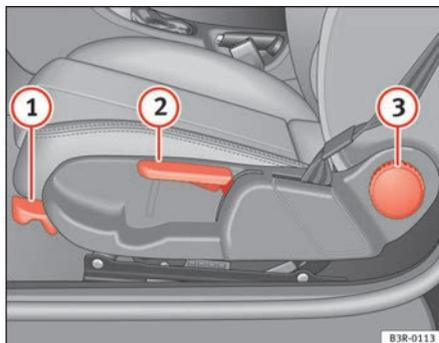

Fig. 104 Comandos no banco do condutor
- Levante a alavanca ① ⇒ fig. 104 e desloque o banco até à posição desejada.
- Solte a alavanca ① e continue a deslocar o banco até o mesmo encaixar no bloqueio.
- Puxe a alavanca ② ⇒ fig. 104 várias vezes para cima, até alcançar a posição desejada.
- Com a mão, gire a roda ④ ⇒ página 135, fig. 104, para regular a inclinação do encosto.